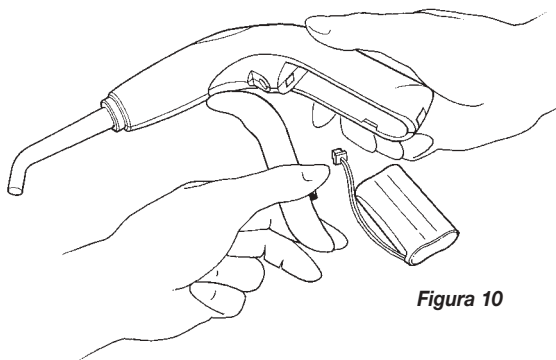
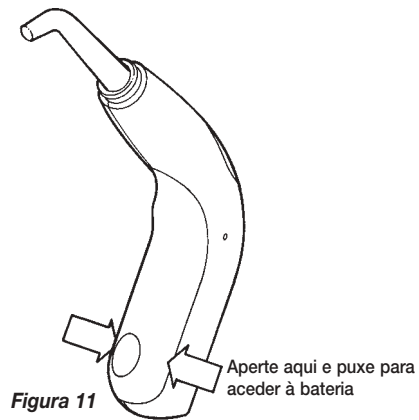

Figura 10
Figura 11
1. Para substituir a bateria, abra a tampa da bateria situada na pega do aparelho (*Figura 10*). Para abrir a tampa da bateria, premir com o polegar e o indicador de ambos os lados da tampa e puxar para fora (*Figura 11*).